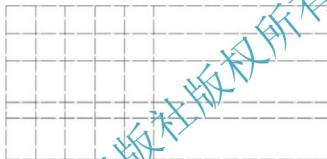

图 2.27 【偏移】命令生成②~⑥轴线
① 在指定偏移距离或 [通过(T)/删除(E)/图层(L)] <通过>: 提示下, 输入①轴线和②轴线之间的距离“3900”后按 Enter 键。
② 在选择要偏移的对象, 或 [退出(E)/放弃(U)] <退出>: 提示下, 单击①轴线, 此时①轴线变虚。
③ 在指定要偏移的那一侧上的点, 或 [退出(E)/多个(M)/放弃(U)] <退出>: 提示下, 单击①轴线右侧的任意位置, 则生成②轴线。
④ 在选择要偏移的对象, 或 [退出(E)/放弃(U)] <退出>: 提示下, 单击②轴线, 此时②轴线变虚。
⑤ 在指定要偏移的那一侧上的点, 或 [退出(E)/多个(M)/放弃(U)] <退出>: 提示下, 单击②轴线右侧的任意位置, 则生成③轴线。重复④~⑤步操作生成④、⑤、⑥轴线后按 Enter 键结束命令, 结果如图 2.27 所示。